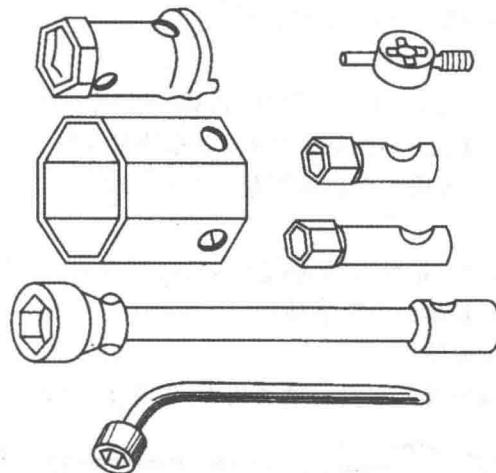

图 1-3 套筒扳手
(3) 套筒扳手(如图 1-3)。套筒扳手除了具有一般扳手的用途外,特别适用于旋转部位很狭小或隐蔽较深处的六角螺母和螺栓。由于套筒扳手各种规格是组装成套的,故使用方便,效率更高。